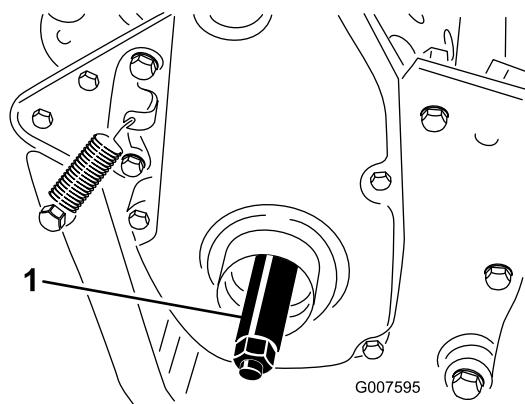

図7
3. 右側ホイールシャフトを機体の右側にある駆動ブーリのネジ穴にねじ込む（図7）。